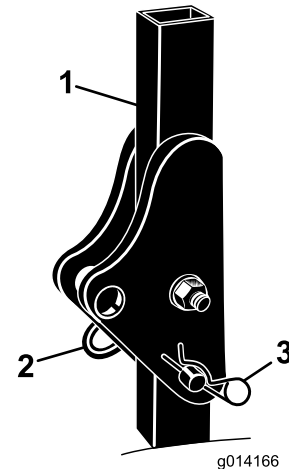

Figure 5
2. Relevez complètement l'arceau de sécurité puis insérez les 2 axes et fixez-les avec les goupilles fendues (Figure 5).
1. Retirez les goupilles fendues puis les axes de l'arceau de sécurité (Figure 5).